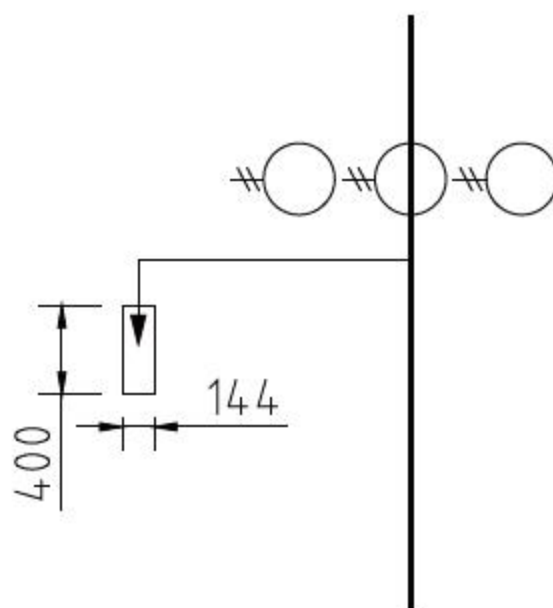

图9-98 绘制矩形
**10** 调用REC【矩形】命令，结合【临时点捕捉】和【对象捕捉】功能，绘制矩形，如图9-98所示。